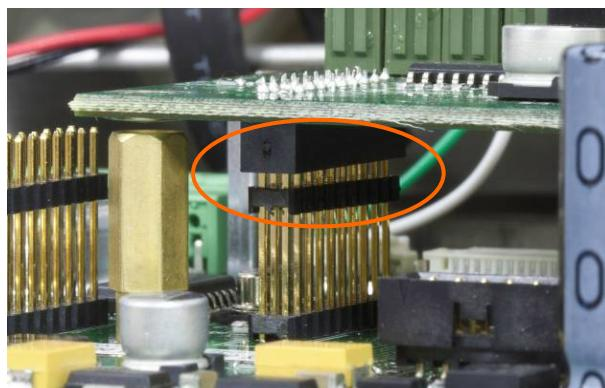

Figure 5-17 : Alignement des broches de la carte en option
2. Utilisez un tournevis Philips moyen pour démonter les vis fixant les cartes en option sur leurs emplacements de montage. Chaque carte est fixée au moyen de trois vis. Reportez-vous à la Figure 5-17.
1. Positionnez la carte en option sur le connecteur approprié de la carte principale et sur les trois orifices de montage définis sur la Figure 5-17.